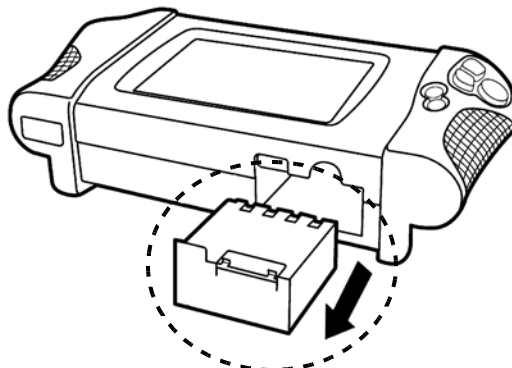

Abbildung 6-2 Position der Batterien
1. Den alten Akku herausnehmen (Abbildung 6-2).